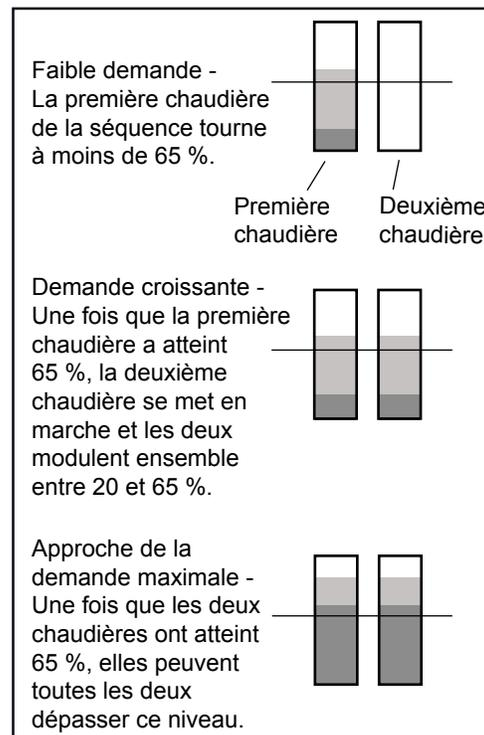

Figure 41. Fonctionnement en maître/esclave (L/L) avec 2 chaudières
- Si la demande de chauffage augmente de telle sorte que le taux de combustion de cette première chaudière atteigne la valeur de base de charge des configurations (Voyez le Tableau 20), la chaudière qui est la suivante dans la séquence démarre et commence à carburer à 20-35 % de vitesse de ventilation (en fonction de votre configuration). Après cela la configuration totale des chaudières va moduler ensemble en montant ou descendant de régime, en réaction avec les changements de la demande (Voyez les Figures 41 et 43).